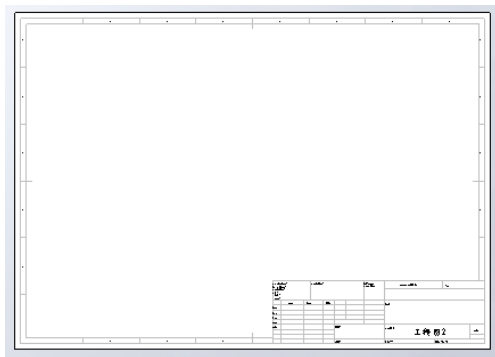

图 9-34 图纸格式
①单击[新建]按钮, 或选择[文件] | [新建]命令。在[新建 SolidWorks 文件]对话框中的[模板]选项卡中单击[工程图]图标。单击[确定]按钮, 建立一个工程图文件。
②在左下角处右击[添加图纸]按钮, 打开[图纸格式/大小]对话框, 在下拉列表框中选择[A3 横向]。单击[确定]按钮, 打开图纸, 如图 9-34 所示。